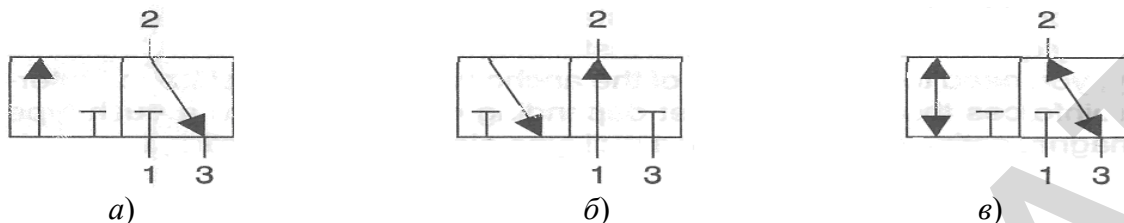
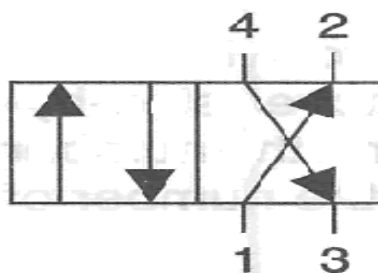

Рис. 21. Клапан 3/2: а) клапан питания; б) клапан выпуска; в) клапан питания/выпуска; 1 – окно подвода; 2 – выходное окно; 3 – окно выпуска
Рис. 22. Клапан 4/2
В клапане питания (рис. 21, а) в холостом режиме выходное окно (2) соединено с выпуском (3) и входное окно (1) заблокировано. Когда клапан сработал, выходное окно (2) соединено с входным окном (1) и заблокировано нагнетание (3).
В клапане выпуска (рис. 21, б) в холостом режиме входное окно (1) соединяется с выходным окном (2) и блокируется выпуск (3). При срабатывании клапана выходное окно (2) соединяется с выпуском (3) и блокируется входное окно (1). Функция клапана 3/2 может быть обеспечена клапаном 4/2 и 5/2, если блокируются выходные окна (4) или (2) (см. рис. 22 и 23).
Попеременная операция питания и выпуска в двух объемах, т. е. цилиндры двойного действия (рис. 22).